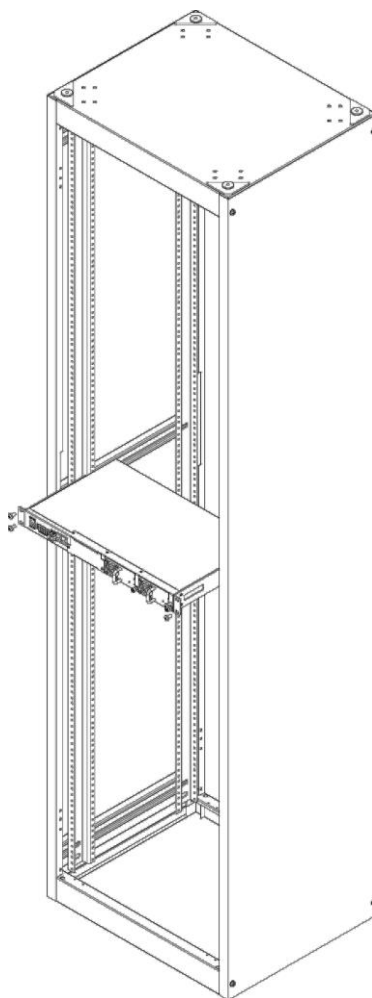

Рисунок 8 – Установка устройства в стойку
3. Совместите отверстия кронштейнов с отверстиями на передних вертикальных направляющих стойки (рисунок 8). Используйте отверстия в направляющих на одном уровне с обеих сторон стойки, для того чтобы устройство располагалось горизонтально. С помощью отвертки прикрепите устройство к стойке винтами.